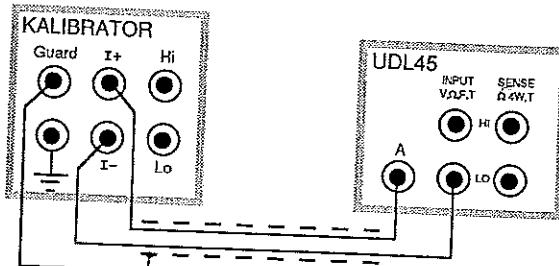

Bild 6-10 Anschluß des Kalibrators für AC/DC-Strom
- Kalibrator wie in Bild 6-10 mit geschirmten Kabeln anschließen.
- c) Kalibrator wie in Bild 6-10 mit geschirmten Kabeln anschließen.